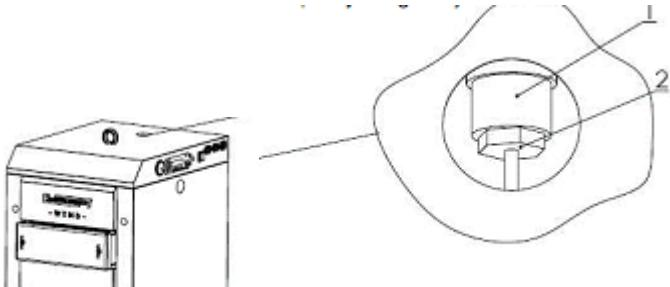

Рис. 12. Демонтаж кришки кожуха котла і проводу термоманометра.
v). Перевірити герметичність поєднання муфти з проводом манометра (Рис. 12)